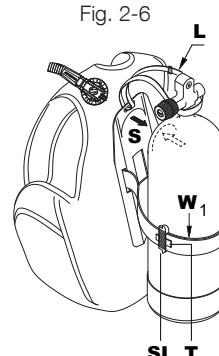

Fig. 2-6
2. Se il BC ha una piastra posteriore rigida, posizionare la cavità (S) della piastra posteriore sulla spalla del serbatoio (Fig. 2-6) e quindi fissare la cinghia (Fig. 2-5 e 2-7) della cinghia a sgancio rapido (W1) attorno al serbatoio.